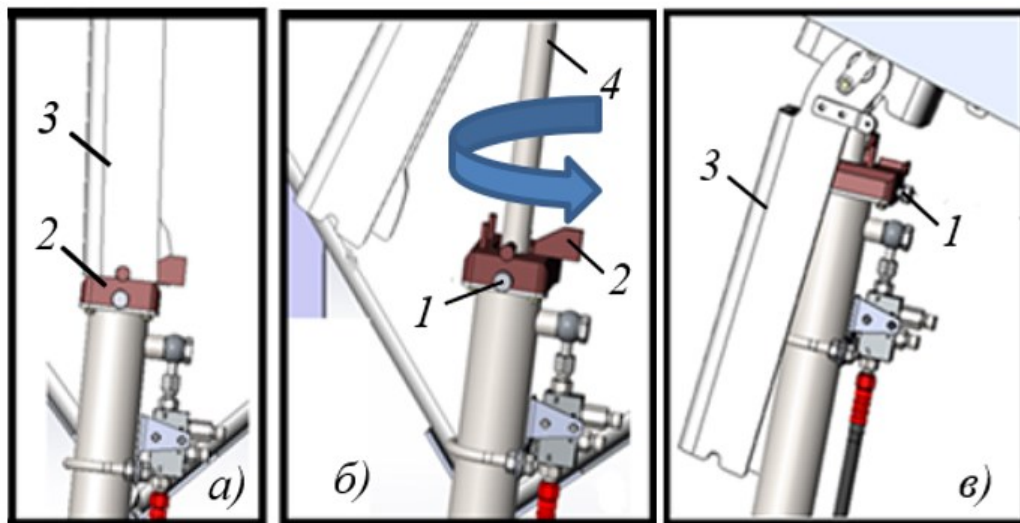

Рисунок 3.26. Механизм подъема кабины
- ▶ Качая съемный рычаг 1 рис. 3.23 вверх и вниз, освободить упор 3 рис. 3.26а от опоры блокиратора 2 рис. 3.26а (шток гидроцилиндра 4 выдвинут на максимальное расстояние рис. 3.26б);
- ▶ Ослабить винт 1 рис. 3.26б фиксатор опоры блокиратора;
- ▶ Повернуть опору блокиратора 2 рис. 3.26б против часовой стрелки на 90°, затянуть фиксатор опоры блокиратора 1 рис. 3.26в;